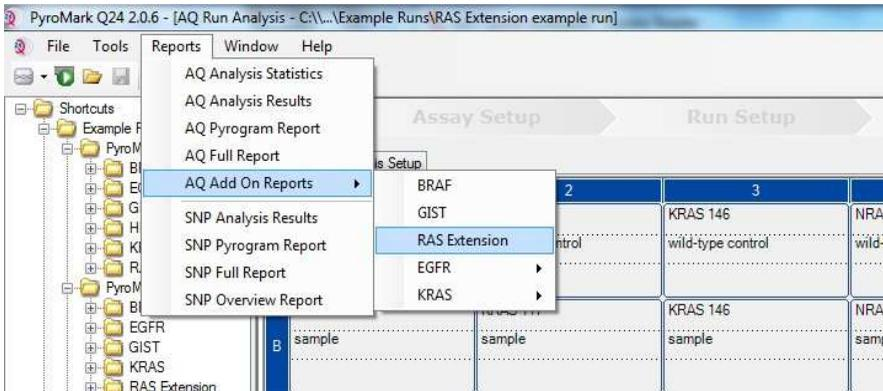

Abbildung 6. Menü mit dem RAS Extension Plug-in Report
4. Wählen Sie im Menü „Reports“ (Berichte) die Option „AQ Add On Reports/ RAS Extension“ (AQ-Zusatzberichte/RAS Extension), um mit dem RAS Extension Plug-In Report einen Plug-in-Bericht zu erstellen (siehe Abbildung 6).